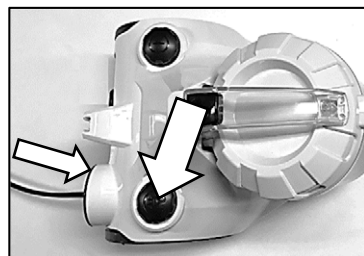

Fig 7
7. **Rebobinarea cablului:** Țineți ștecherul și trageți cablul; apăsați pedala de derulare a cablului, acel cablu de alimentare va fi tras. Dacă derularea cablului se oprește, trageți de cablu și apăsați din nou butonul pentru a derula. Repetați procesul până când cablul este complet înfășurat în dispozitiv. (Fig 7)